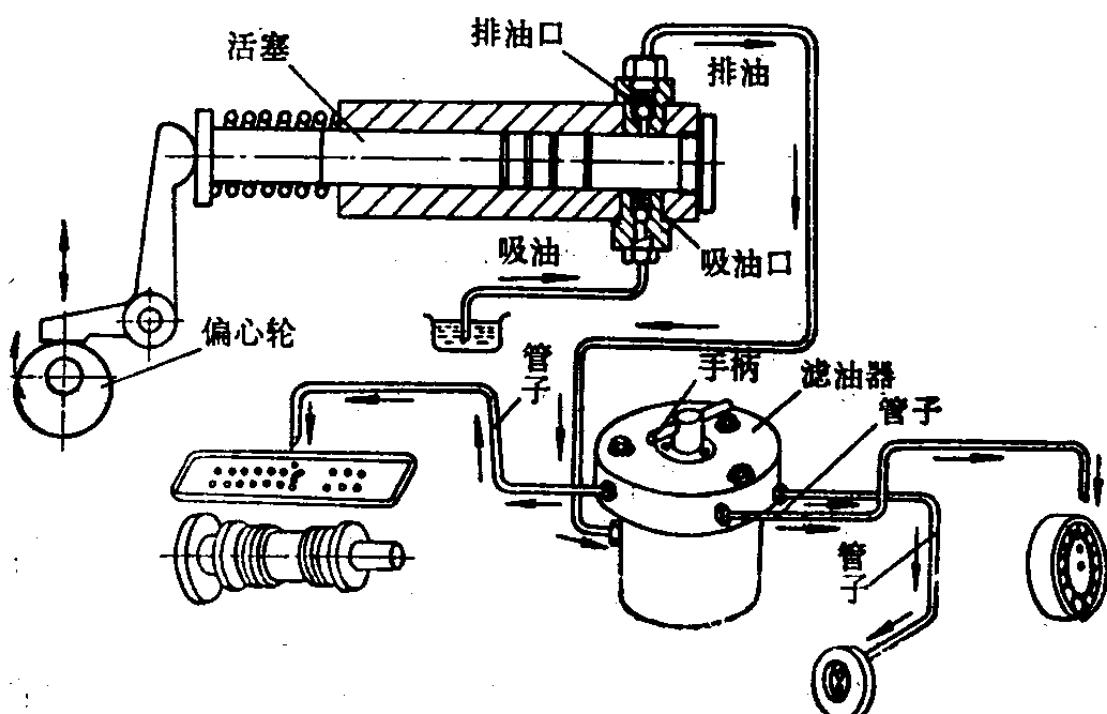

图 1-4 C620-1 型车床床头变速箱油泵供油系统
(6) 油泵循环润滑 油泵循环润滑可以供应充足的油量进行多处润滑(图 1-4)。